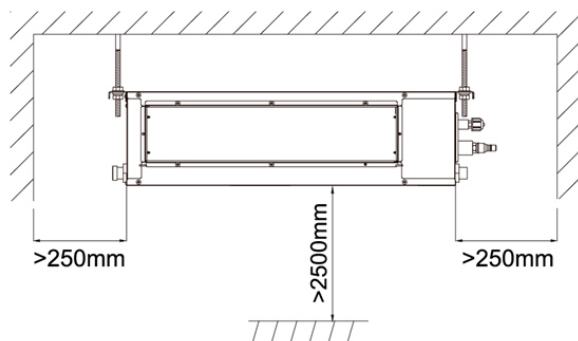

fig. 6
- Rispettare lo spazio minimo per l'installazione e la manutenzione indicato in Fig.6.